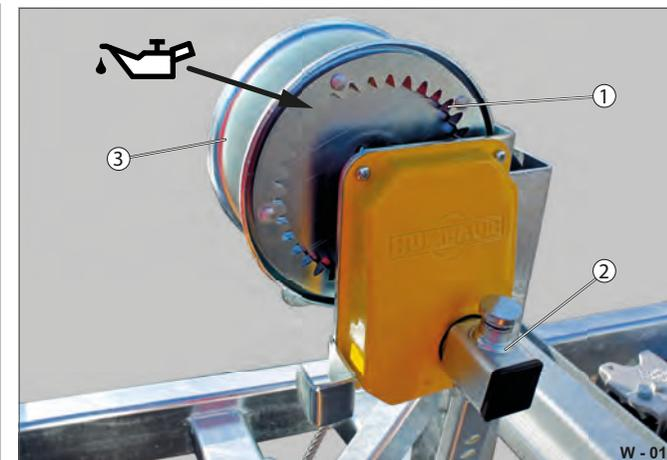

Fig. 16 Vérification / lubrification du treuil
- ▶ Assurez-vous que les segments dentés (Fig. 16 /1) ne sont pas endommagés.
- ▶ Assurez-vous que le tambour (Fig. 16 /3) n'est pas déformé / usé.
- ▶ Emboîtez le levier (Fig. 16 /3) sur l'accroche et assurez-vous qu'il s'enclenche bien.